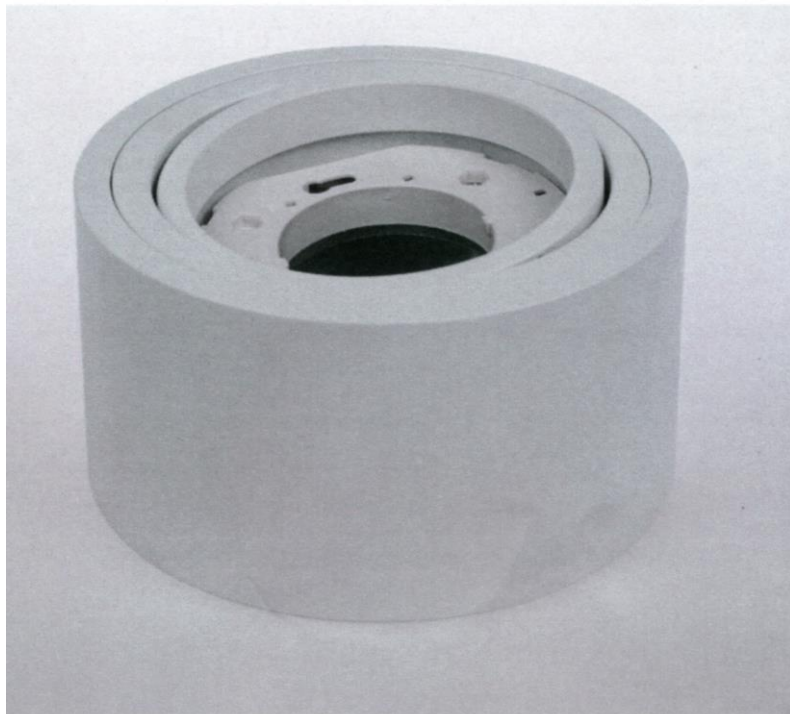

Fig. 2
- fig. 2 przedstawia lampę w odmianie I w perspektywicznym widoku od góry z regulowanymi pierścieniami pochylonymi, bez szybki, z widocznym gniazdem,